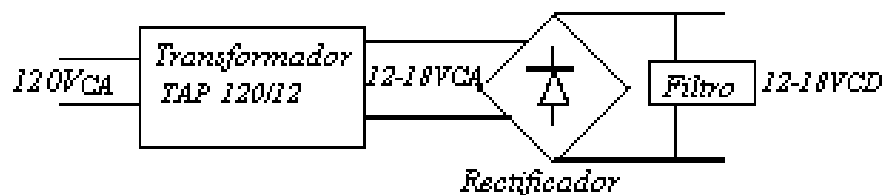

Figura 1: Fuente de CD no regulada.
1. Una vez amado el circuito de PWM que propone el fabricante proceder a probar el circuito, sin olvidar que para fabricar una fuente PWM regulada, se debe tener una fuente de CD o CC no regulada, por lo tanto a este circuito se le integra la fuente, como se muestra en la figura 1.